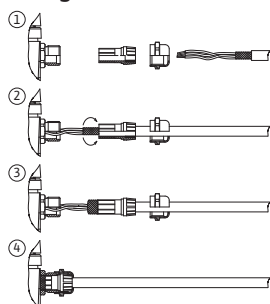

Fig. 27: Blindagem
A blindagem é ligada na passagem de cabos do módulo eletrónico. Ver Fig. 27.
Os cabos da entrada digital, das entradas analógicas e da comunicação de bus devem ser blindados através do prensa-fios metálico da passagem de cabos (Fig. 19, pos. 4, 5 e 6). Blindagem, ver Fig. 27.